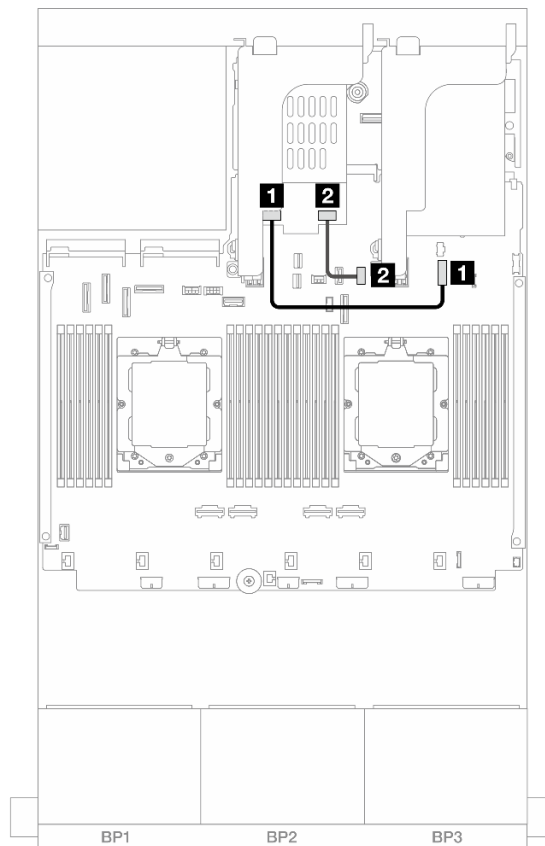

Рис. 306. Прокладка кабелей SATA
- Рис. 306 «Прокладка кабелей SATA» на странице 333